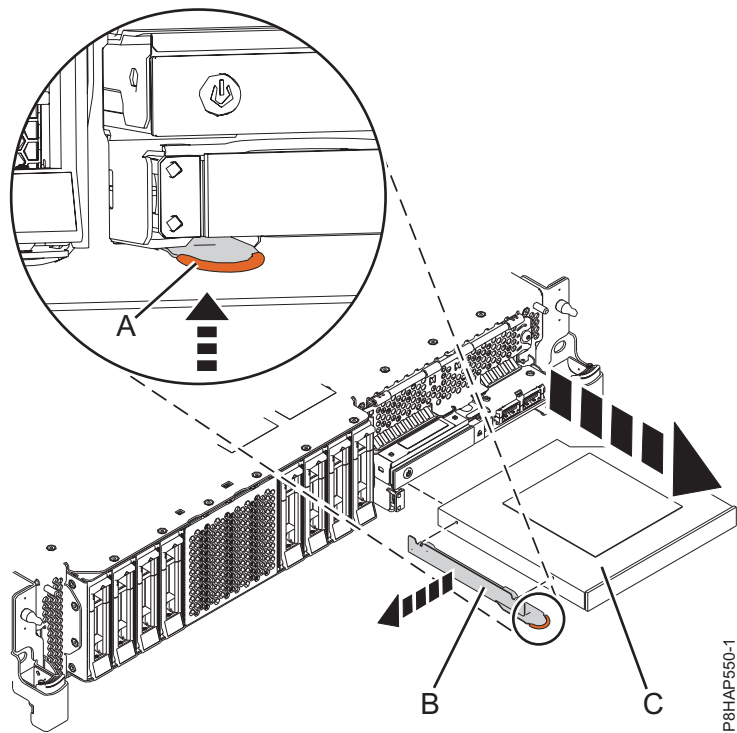
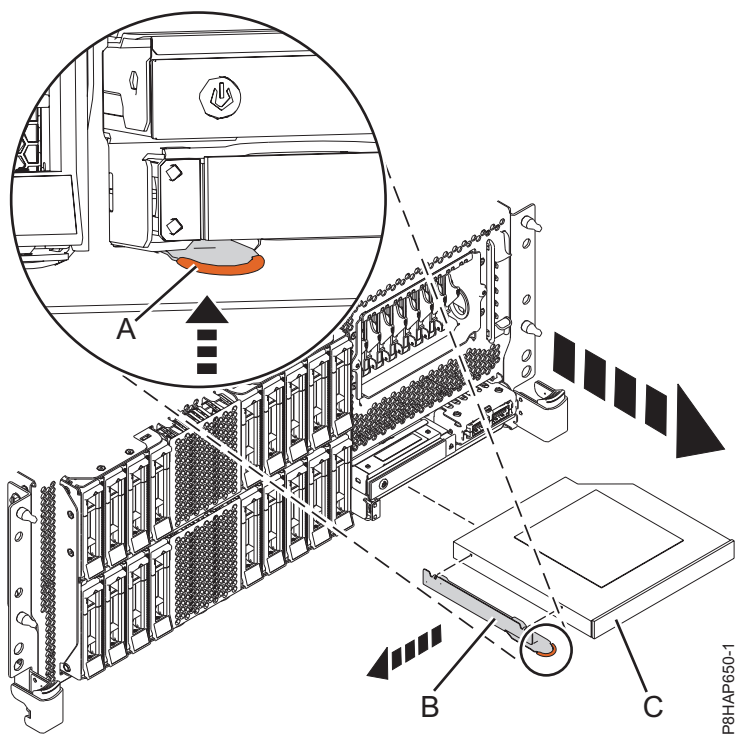
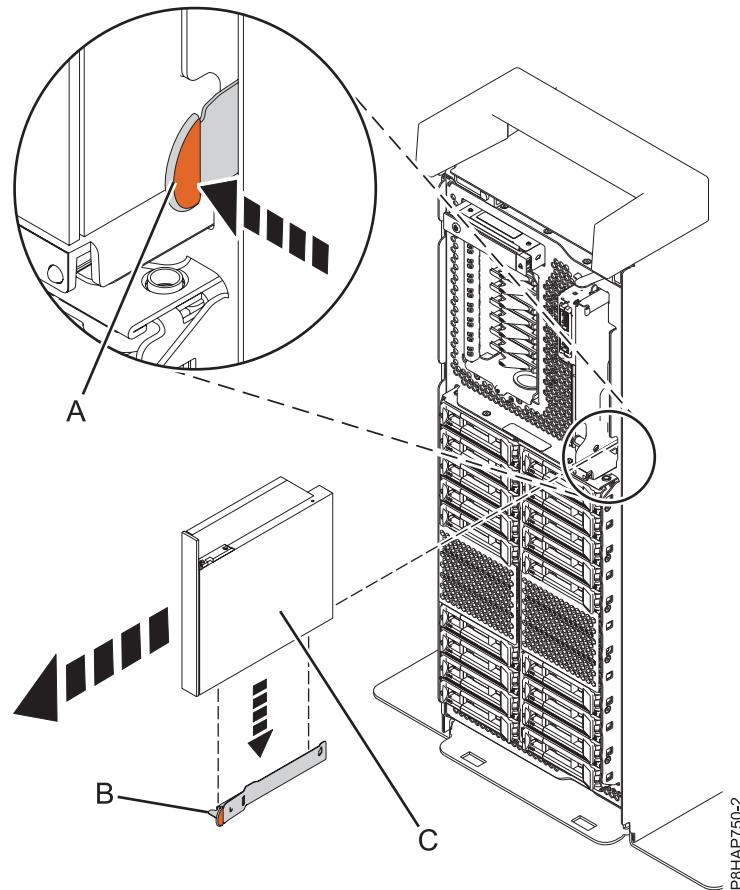

図 53. 5148-21L、5148-22L、 8247-21L、8247-22L、8284-21A、または 8284-22A システムからのスリムライン・メディア・デバイスの取り外し
図 54. ラック・マウント型 8247-42L、8286-41A、または 8286-42A システムからのスリムライン・メディア・デバイスの取り外し
図 55. スタンドアロン型システムからのスリムライン・メディア・デバイスの取り外し
5148-21L、5148-22L、8247-21L、8247-22L、8284-21A、または 8284-22A システムについては 68 ページの図 53 を、ラック・マウント型 8247-42L、8286-41A、または 8286-42A システムについては 68 ページの図 54 を、また、スタンドアロン型 8286-41A システムについては 69 ページの図 55 を参照してください。
3. 68 ページの図 53、68 ページの図 54、または 図 55 に示す方向に、スリムライン・メディア・デバイス **(C)** をシステムから引き出します。
5. 障害のあるスリムライン・メディア・デバイスを取り外して新しいスリムライン・メディア・デバイスに取り替える場合、新しいメディア・デバイスで使用するために、取り外した保持ブラケット **(B)** を必ず保存しておいてください。68 ページの図 53、68 ページの図 54、または 図 55。